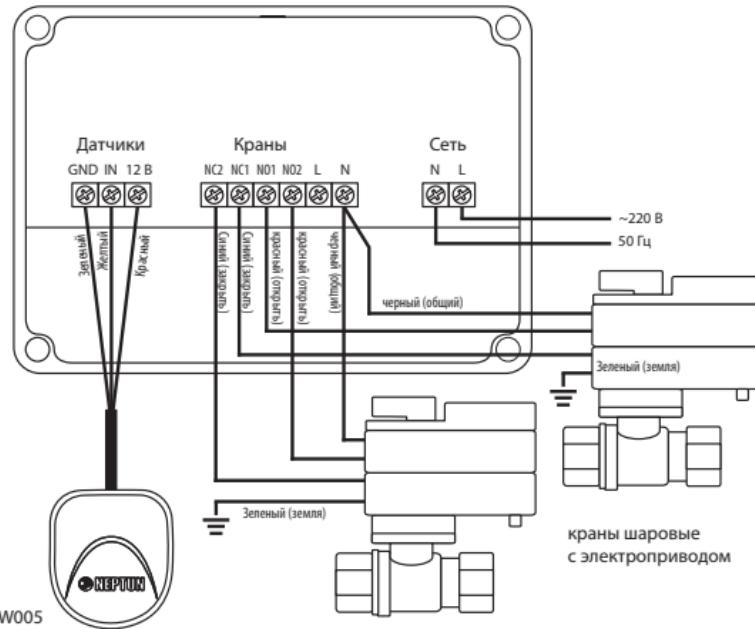

Рис. 2 Схема подключения кранов шаровых с электроприводом серии Neptun Bugatti Pro 220B к модулю управления Neptun Base
К модулю управления Neptun Base подвести фазу и ноль согласно схеме подключения (рис. 2, 3, 4).
2. Выполните соединение проводов в соответствии со схемой подключения, в зависимости от того, какие краны с электроприводом вы используете (рис. 2, 3 или 4);